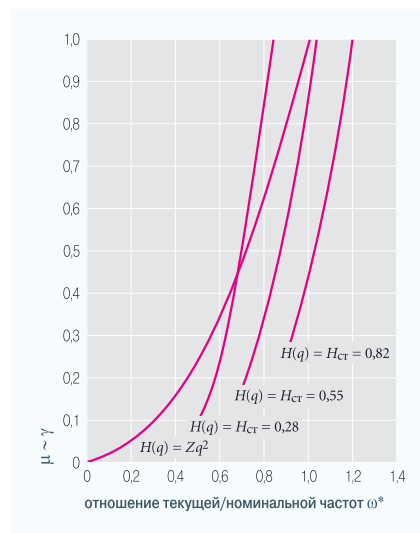

Рис. 1. Механическая характеристика насоса для различных значений статического напора
Более подробно вывод формулы представлен в [8]. Построим механические характеристики для насоса ЭЦВ4-2,5-65, рис. 1, имеющего следующие параметры: $H_{оп} = 73$ м водн. ст.; $S = 2,0$ ч²/м⁵; $\omega_n = 296$ с⁻¹; $P_n = 1,5$ кВт
Поскольку произвольная зависимость задается двумя линейными графиками, то имеет смысл представить механические характеристики, рис. 1, прямыми вида $\mu = b\omega^* + c$, табл. 2. Здесь же представлены законы регулирования напряжения, полученные с помощью выражения (1) [8].